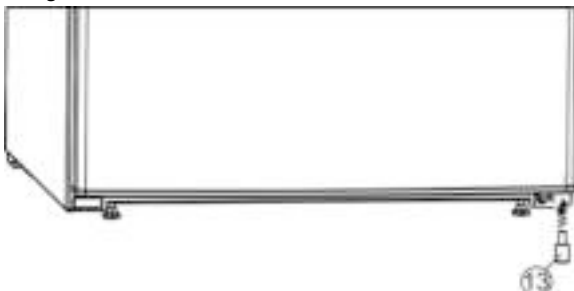

Fig. 6
- ▶ De afstandhouder Fig. 6 (13) weer rechtsonder in de deur terugplaatsen, omdat dit belangrijk is voor de stabiliteit van het apparaat.